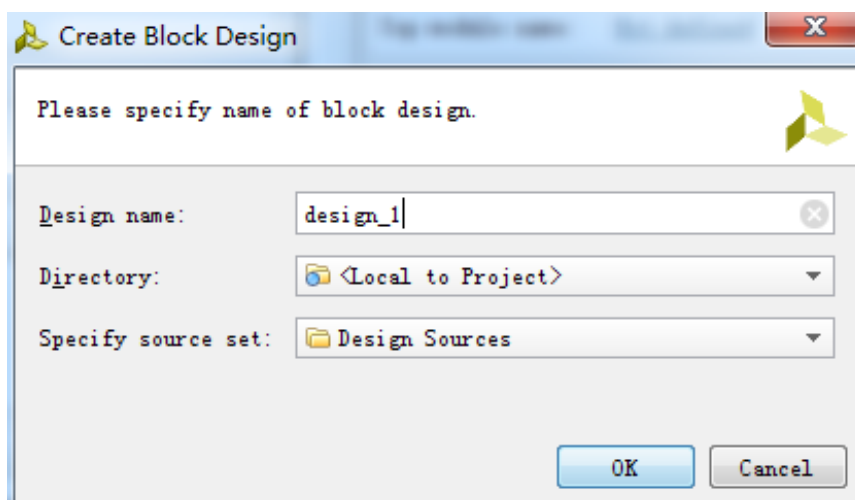

图 2-10 原理图文件名路径界面
2) 在弹出的创建原理图界面中, 如图 2-10, 保持默认。点击 OK 完成创建。